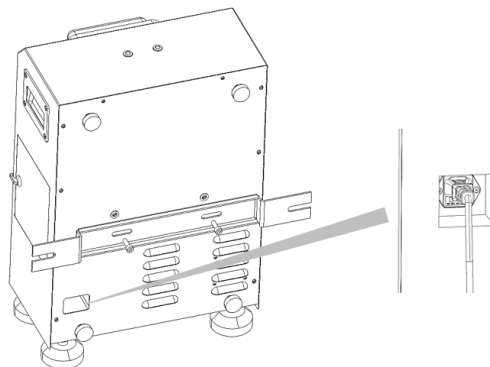

ABB.6
4. Schließen Sie das Netzkabel gemäß ABB. 6 an das Gerät an.